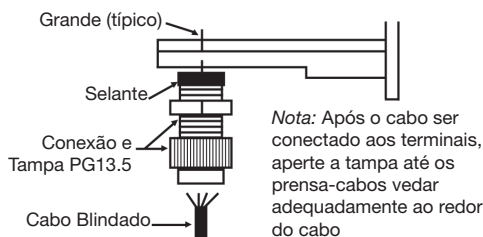

Figura 3-14. Inserindo o cabo de interconexão blindado através da conexão e tampa PG13.5.
1. Remova a tampa da caixa de derivação. Para uma instalação condutiva, instale um encaixe de eletroduto no furo grande na parte inferior da caixa de derivação. Para uma instalação não-condutiva, vide Figura 3-14. Espalhe uma camada generosa de selante nas laterais dos encaixes para cabos PG13.5. Instale os encaixes nos dois furos grandes na parte inferior da caixa de derivação. Furo Grande (típico); Selante; Conexão e Tampa PG13.5; Nota: Após o cabo ser conectado aos terminais, aperte a tampa até os prensa-cabos vedar adequadamente ao redor do cabo.